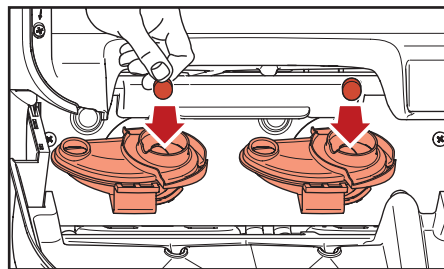

Bild 5.4 - Sätt i Rinza rengöringstabletter
4. Sätt i en Rinza rengöringstablett i varje blandningsskål (bild 5.4).
i. Sätt i en Rinza rengöringstablett i båda blandningsskål (bild 5.4).